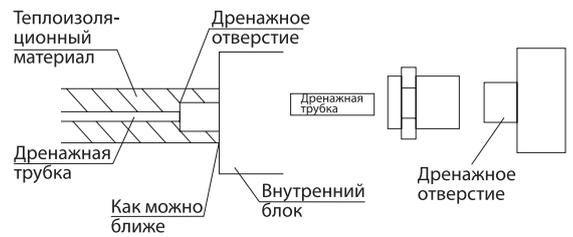

Рисунок 19 - Подсоединение дренажной трубки к внутреннему блоку
- Дренажный трубопровод должен быть надлежащим образом изолирован, чтобы предотвратить образование конденсата. Толщина теплоизоляционного материала должна быть не менее 9 мм (см. рис. 19).